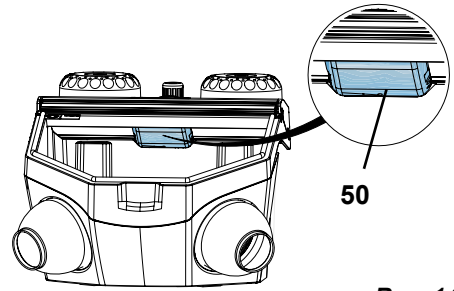

Rys. 13
- ⇒ Przy zbiornikach na piasek 25 - 70 μm dysza dozująca musi zostać wyrównana (Rys. 13)!